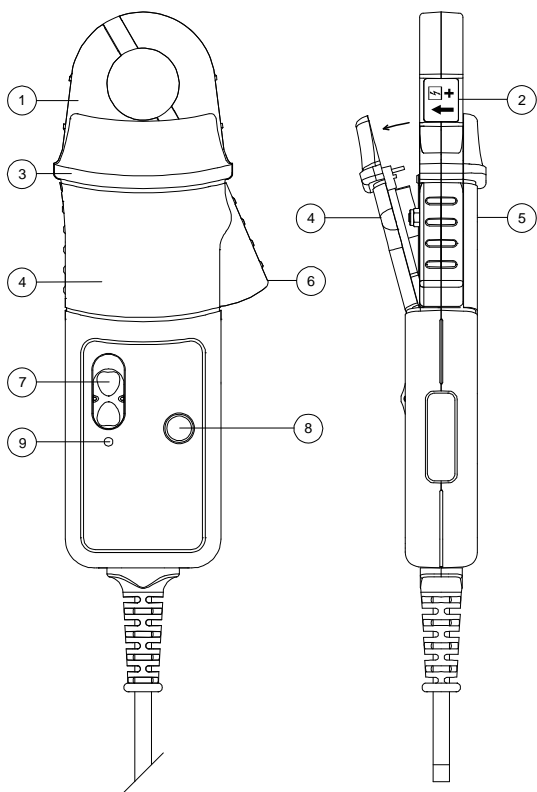

FIG 1
- Non toccare la sonda in nessun punto oltre il collare di protezione, vedi fig. 1.
Il LED verde o rosso lampeggerà quando si raggiunge la tensione minima. Vedi fig. 1. Procedere nel modo seguente.
Allentare la vite imperdibile del coperchio vano batterie. Sollevare il coperchio di 30° e staccarlo dal corpo della sonda come mostra la fig. 1. Sostituire la batteria, riposizionare il coperchio e fissarlo con la vite.
La responsabilità per l'uso in sicurezza è dell'operatore che deve essere adeguatamente qualificato e autorizzato. Usando la sonda, fare attenzione a non mettere le dita oltre il **collare di protezione**, vedi fig. 1. Prima dell'uso controllare sempre che sonda e cavi non siano danneggiati.